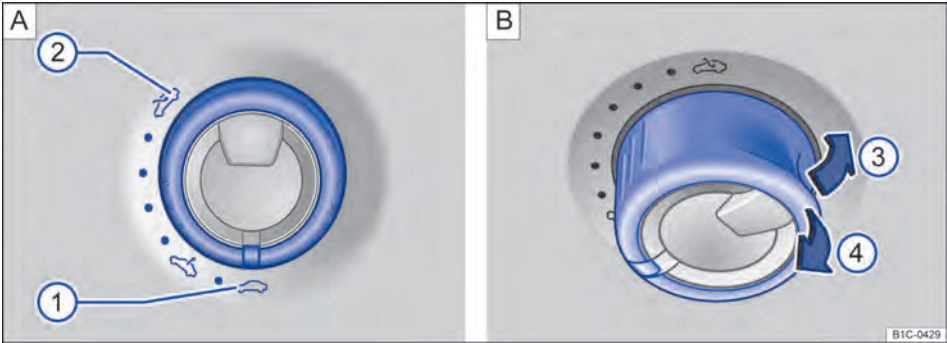
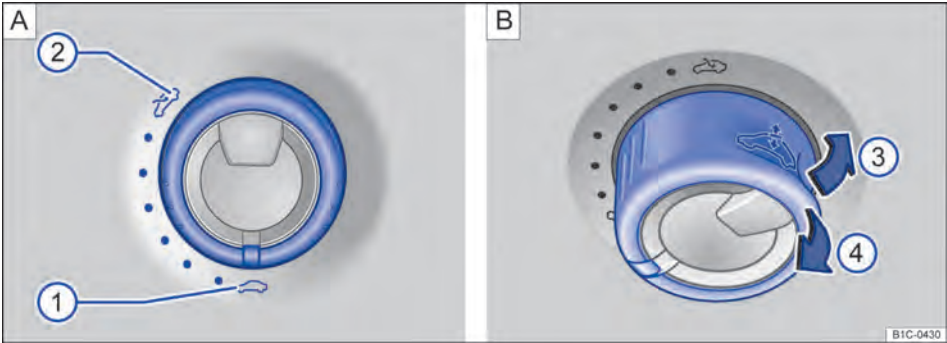

Fig. 37 No revestimento do teto: interruptor para levantamento, abertura ou fechamento do teto solar panorâmico elétrico de vidro (variante 1).
Fig. 38 No revestimento do teto: interruptor para levantamento, abertura ou fechamento do teto solar panorâmico elétrico de vidro (variante 2).
Para levantar o teto solar panorâmico elétrico de vidro, é necessário que o interruptor se encontre na posição de base ⇒ Fig. 37 A ① ou ⇒ Fig. 38 A ①.
⇒ Fig. 37 A ou ⇒ Fig. 38 A
⇒ Fig. 37 B ou ⇒ Fig. 38 B
- Segurar o interruptor mais na posição ⇒ **Fig. 37 B** (seta ④) ou ⇒ **Fig. 38 B** (seta ④). O teto solar panorâmico elétrico de vidro se abre e se fecha sozinho!
- Girar o interruptor para a posição “Fechado” $\Rightarrow$ Fig. 37 A ① ou $\Rightarrow$ Fig. 38 A ①.
ta $\Rightarrow$ Fig. 37 B ④ ou $\Rightarrow$ Fig. 38 B ④, até que o teto solar panorâmico elétrico de vidro esteja completamente fechado.